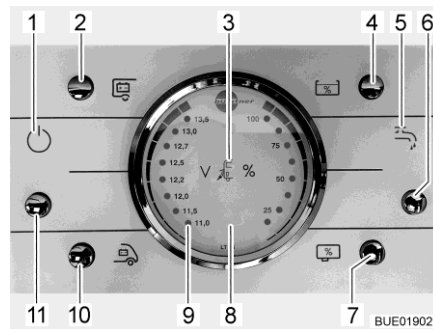

Bild 184 Panel LT 96
Der Taster (Bild 184,11) schaltet das Panel und die 12-V-Versorgung des Wohnraums ein und aus.
- Einschalten:** ■ Taster (Bild 184,11) drücken: Die 12-V-Versorgung des Wohnraums ist eingeschaltet. Die Kontroll-Leuchte (Bild 184,1) leuchtet.
- Ausschalten:** ■ Taster (Bild 184,11) drücken: Die 12-V-Versorgung des Wohnraums ist ausgeschaltet. Die Kontroll-Leuchte (Bild 184,1) erlischt.
Beim Anzeigeelement V/Tank (Bild 184,8) die linke Skala beachten. Das Anzeigeelement wird automatisch beleuchtet, sobald ein Taster gedrückt wird.
- Taster (Bild 184,10) drücken: Die Batteriespannung der Starterbatterie wird angezeigt.
- Taster (Bild 184,2) drücken: Die Batteriespannung der Wohnraumbatterie wird angezeigt.
Beim Anzeigeelement V/Tank (Bild 184,8) die rechte Skala beachten. Das Anzeigeelement wird automatisch beleuchtet, sobald ein Taster gedrückt wird.
- Taster (Bild 184,4) drücken: Die Wassermenge wird angezeigt.
- Taster (Bild 184,7) drücken: Die Abwassermenge wird angezeigt.
- Taster (Bild 184,6) drücken: Die Wasserversorgung ist eingeschaltet. Die Kontroll-Leuchte Wasserpumpe (Bild 184,5) leuchtet.
- Taster (Bild 184,6) drücken: Die Wasserversorgung ist ausgeschaltet. Die Kontroll-Leuchte Wasserpumpe (Bild 184,5) erlischt.
Die rote Warnleuchte "ALARM" (Bild 184,9) blinkt, sobald die Spannung der Wohnraumbatterie 11 V (Messung im laufenden Betrieb) unterschreitet und damit Tiefentladung droht.
Die 12-V-Kontroll-Leuchte (Bild 184,1) leuchtet, wenn der 12-V-Haupttaster (Bild 184,11) eingeschaltet ist.
Die 230-V-Kontroll-Leuchte (Bild 184,3) leuchtet, wenn am Eingang des Elektroblocs Netzspannung vorhanden ist.